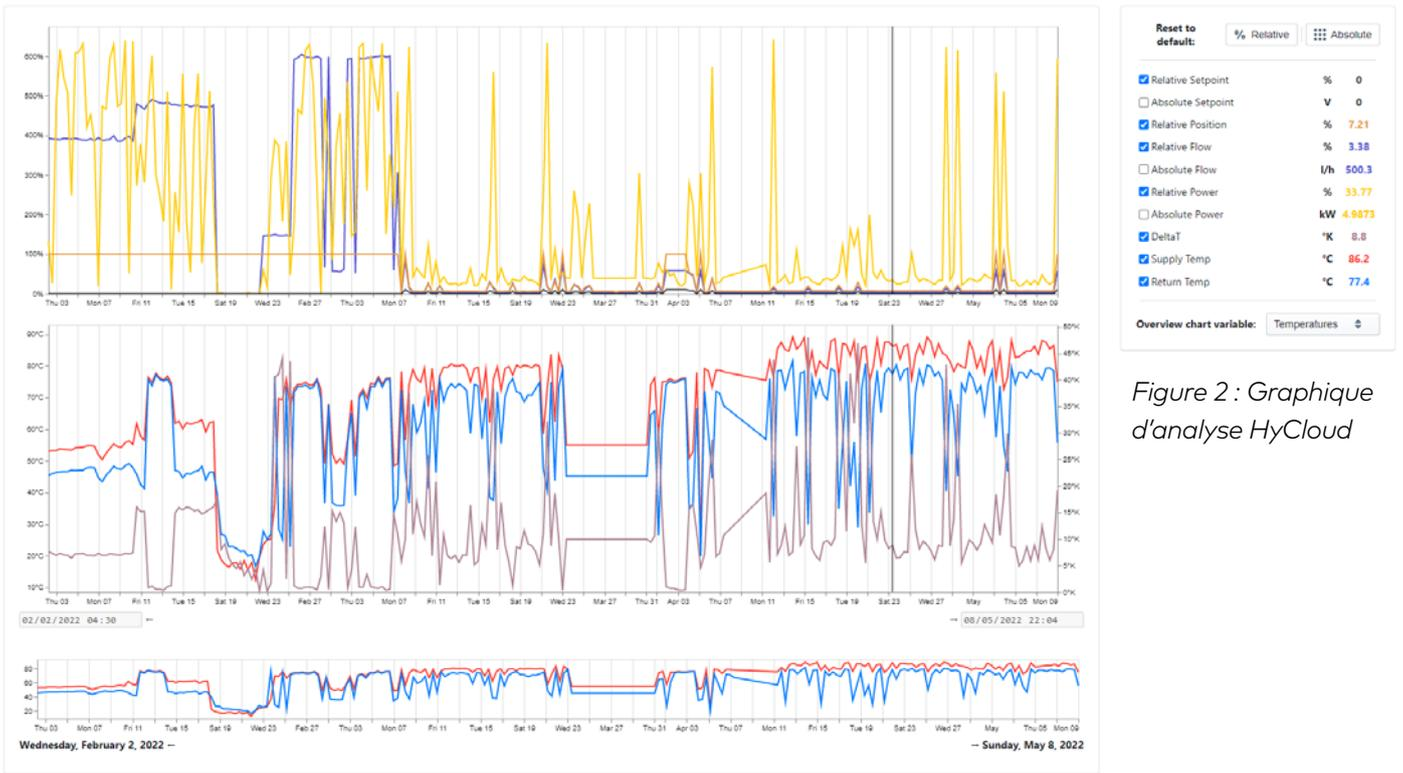

Figure 2 : Graphique d'analyse HyCloud
1. Une vanne TA-Smart DN80 a été installée à la place de la vanne de mélange à 3 voies, et le by-pass a été fermé, comme le montre la figure 2. La vanne mesure en permanence l'énergie qui circule dans l'échangeur de chaleur et contrôle le débit dans le circuit d'injection. Les données relatives au débit, à la puissance, aux températures et à l'énergie sont transmises toutes les 15 secondes à HyCloud à l'aide d'une passerelle 4G. La vanne TA-Smart brise l'opacité du système en fournissant en permanence des données exploitables et des ajustements, assurant ainsi une excellente contrôlabilité du débit. Sa longueur F1 permet également une installation rapide avec une tuyauterie limitée offrant une bonne disponibilité du système.